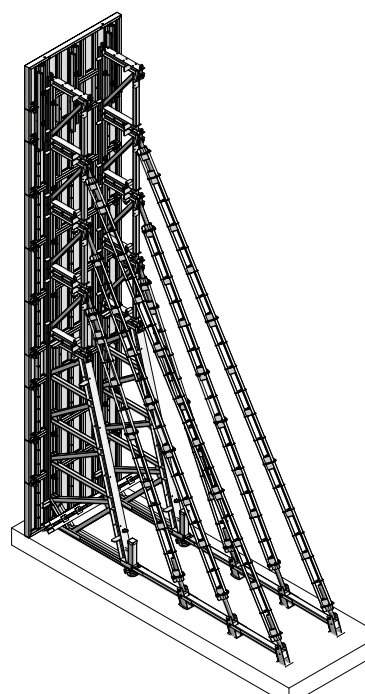

Abb. 11.4 Bis 11,00 m Schalungshöhe:
- Bis 9,40 m – 3 Aufsätze, Ausleger, Triplex SB-Stützen (Abb. 11.4)
- Bis 11,00 m – 4 Aufsätze, Ausleger, Triplex SB-Stützen (Abb. 11.4)